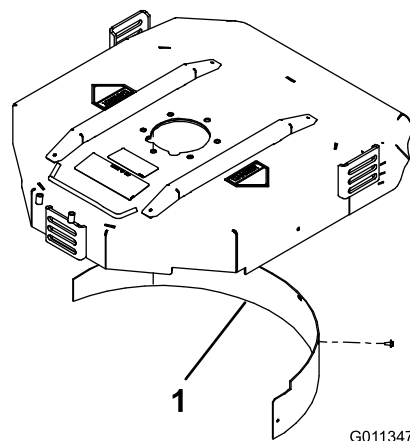

図 6
2. 後部の取り付け穴にマルチングバッフルを取り付け、フランジヘッドボルト 5 本で固定する 図 6。